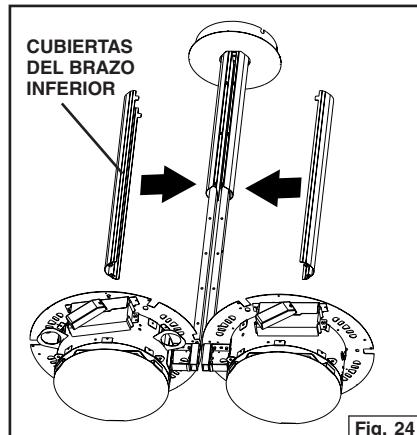
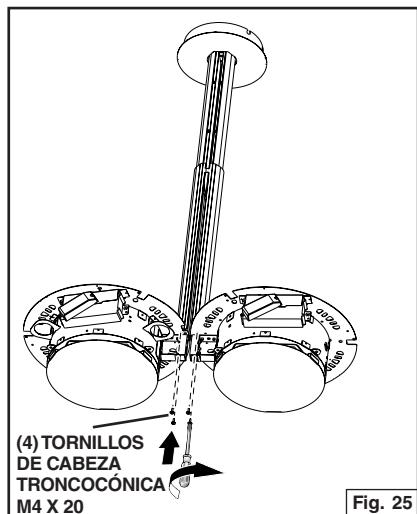

Fig. 24
Fig. 25
- Fije las cubiertas del brazo inferior con (4) tornillos de cabeza troncocónica M4 x 20. Retire el recubrimiento protector. Fig. 24 y Fig. 25.